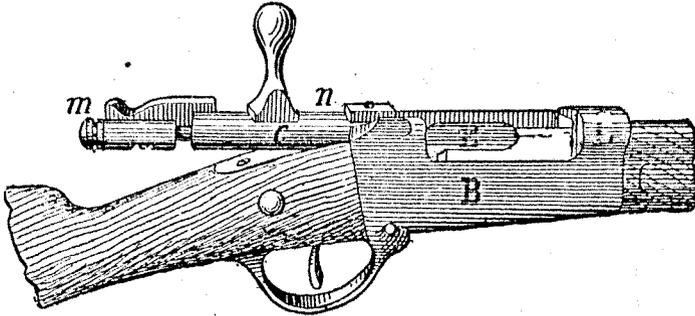

Fig. 94. — Boîte de culasse.
**Fusils de guerre.** — Le canon des fusils de guerre est en acier; il est rayé comme les pièces de canon. A sa partie postérieure, il porte une sorte de boîte B, appelée *culasse fixe* (fig. 94) ou *boîte de culasse*, que vient fermer un appareil mobile *mn* constituant à la fois une *culasse mobile* et l'appareil de percussion. Dans le fusil français, cette culasse